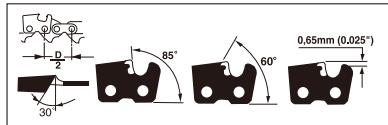
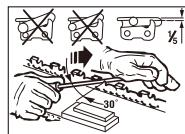

Fig. 21
Fig. 22
**KJEDESKJERPING** – Hellingen på kjeden (Fig. 21) er 3/8" LoPro x .050". Slip kjeden med vernehansker og en rundfil på Ø5/32" (4 mm).
Alltid slip bare kutterne med filing utover (Fig. 22) mens du følger verdiene som er gitt i Fig. 21.